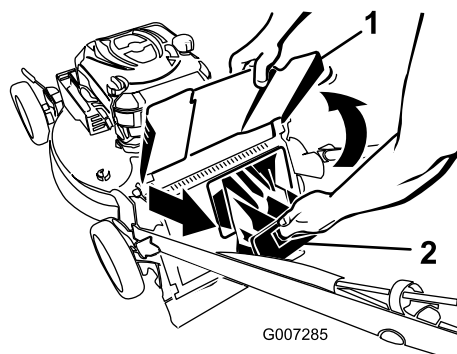

**Figure 19**
1. Faites passer le câble du lanceur autour du guide inférieur (Figure 19).